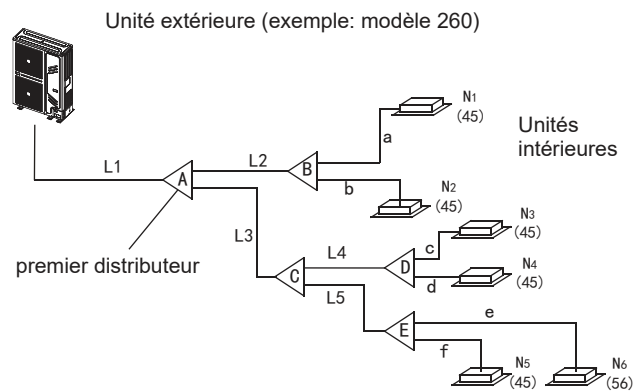

Fig. 4-5
- 2) Exemple: En la Fig.4-5, la capacidad total aguas abajo de la tubería L2 es de $45 \times 2 = 90$, por lo que según la Tabla 4.4, el diámetro de gas / líquido de L2 será: $\Phi 15.9$ (5/8") / $\Phi 9.5$ (3/8").